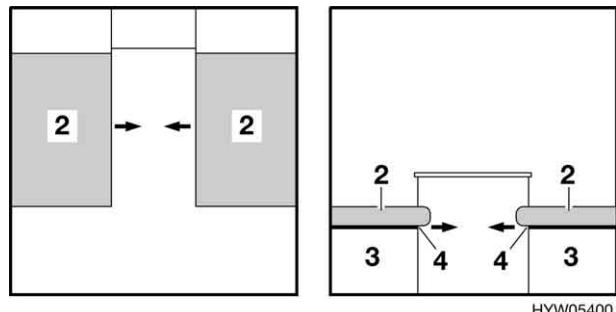

Fig. 49 Durante la trasformazione
- Estrarre il telaio portamaterasso (Fig. 49,4) per l'allargamento del letto sul cassone sinistro e su quello destro.